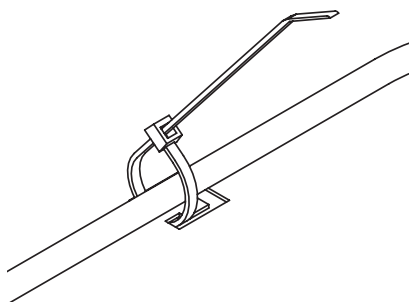

Fig.179 Fissare i cavi con una fascetta per cavi come scarico della trazione
► Fissare tutti i cavi alla linguetta punzonata con una fascetta per cavi come scarico della trazione – Fig. 179.